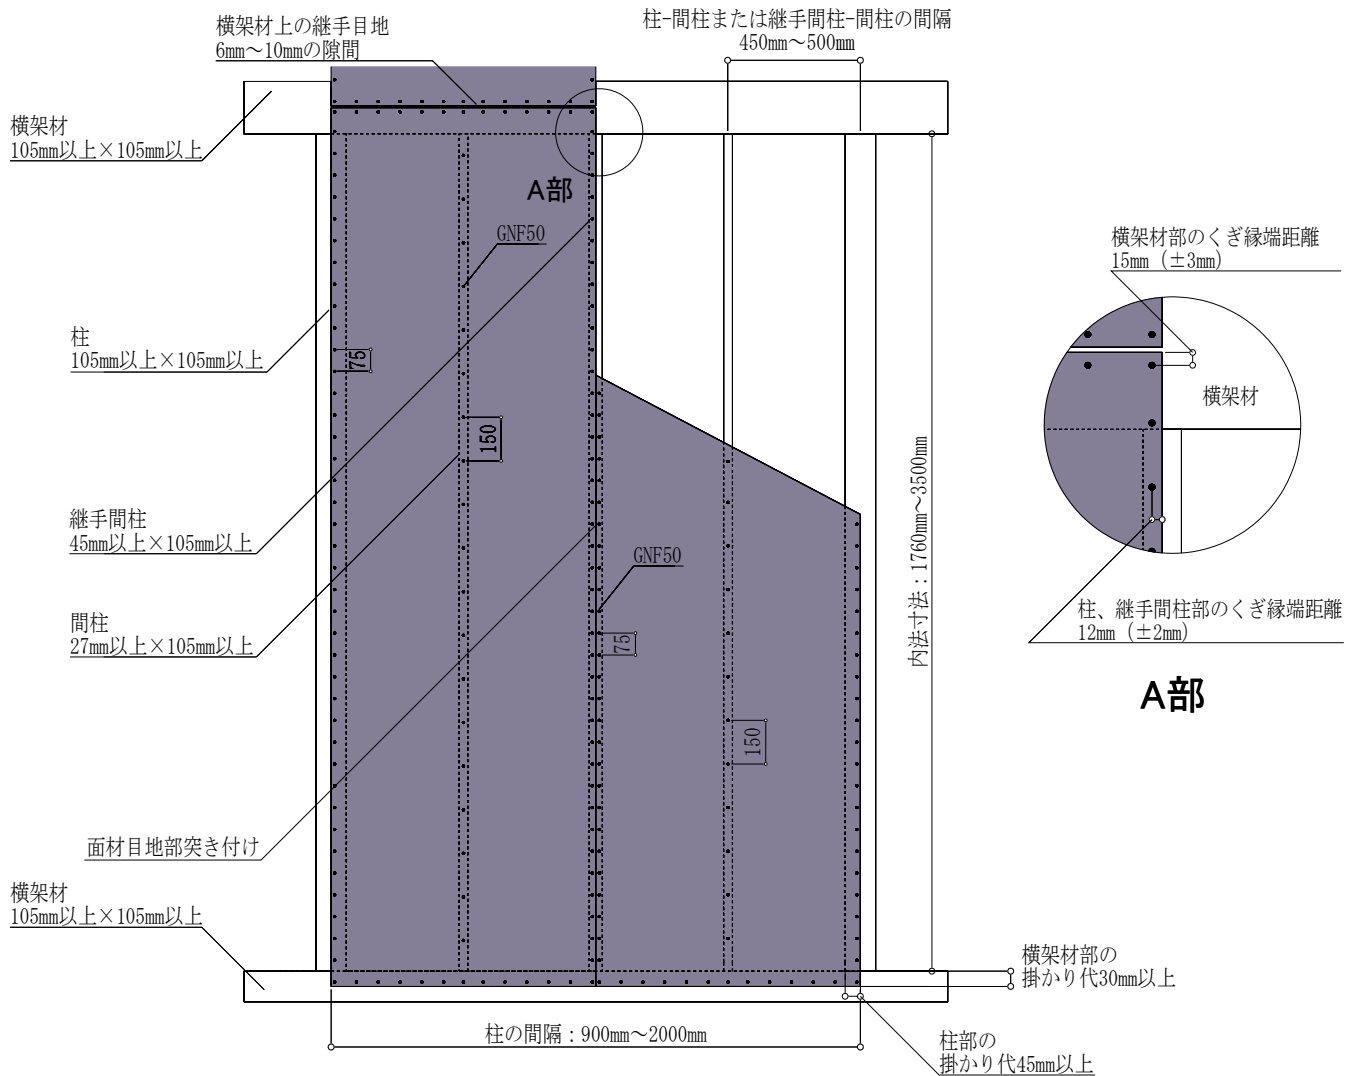

図6 標準仕様 (FRM-0716 : 2.7 倍) 施工概略図 (2P の場合)
施工においては、図6および注意事項に記載の内容を遵守してください。
- ・タイガーEX プログレは、原則 1 枚張りとし、縦継ぎ張りについては、P25「⑧縦継ぎ張りについて」をご確認ください。
- ・図 6 は 2P の施工例となっておりますが、1P の場合も耐力壁とできます。